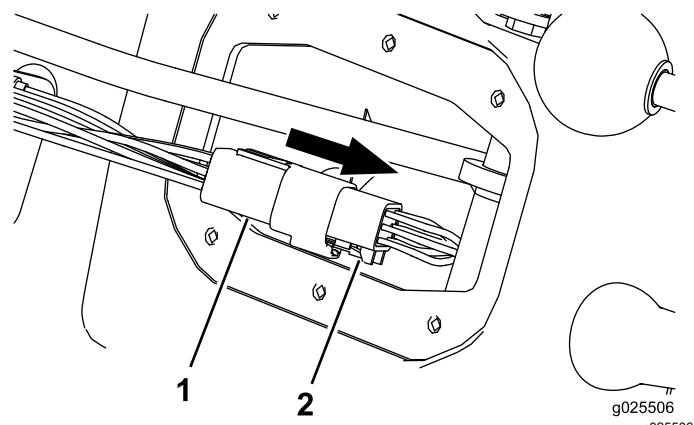

Bild 12
1. Ziehen Sie den Ganganzeigenanschluss vom Maschinenkabelbaum ab (Bild 12).